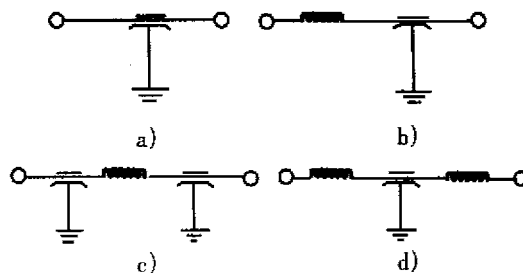

图 7 EMI 滤波器的类型
(1) 减小环路: 每个环路都相当于一个天线, 因此我们需要尽量减小环路的数量、环路的面积以及环路的的天线效应。确保信号在任意的两点上只有唯一的一条回路路径, 避免人为环路, 尽量使用电源层。
(2) 滤波: 在电源线上和在信号线上都可以采取滤波来减小 EMI, 方法有三种: 去耦电容、EMI 滤波器、磁性元件。EMI 滤波器如图 7 所示。
(3) 屏蔽。由于篇幅问题, 再加上讨论屏蔽的文章很多, 不再具体介绍。
(4) 尽量降低高频器件的速度。